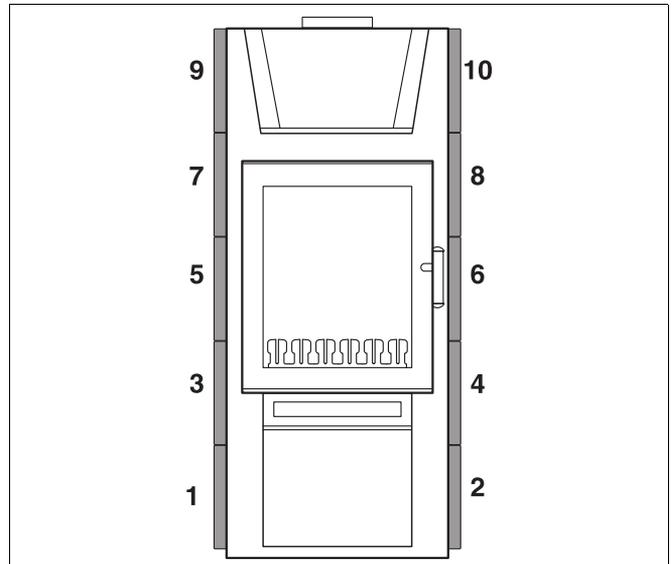
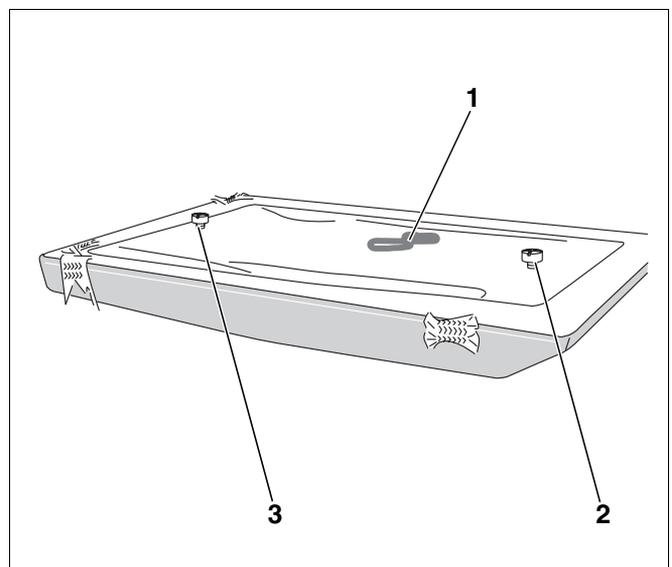

Abb. 13 Positionen der Kacheln
Abb. 14 Kachelrückseite
- Die Kacheln sind auf der Rückseite nummeriert (Abb. 14, **Pos. 1**). Halten Sie unbedingt die Reihenfolge der Nummerierung ein (Abb. 13).
- Mitgelieferte Schrauben in die Bohrungen auf den Kachelrückseiten (Abb. 14, **Pos. 2 und 3**) eindrehen.
- Beginnen Sie beim Einhängen mit den Natursteinen Nummer 1 und 2 (Abb. 13). Die weiteren Einzelpositionen müssen Sie dann nicht mehr beachten.